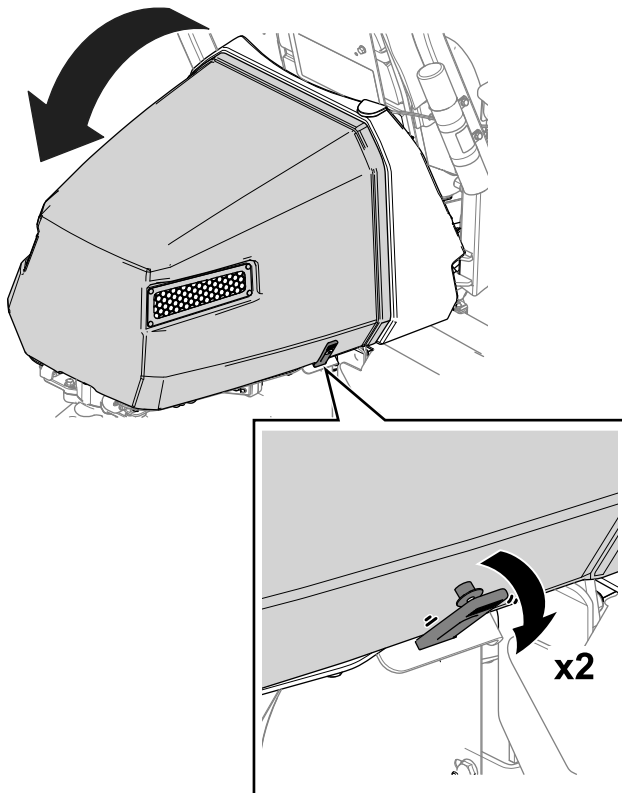

Рисунок 36
1. Отсоедините фиксаторы с каждой стороны капота (Рисунок 36).
2. Поднимите капот (Рисунок 36).